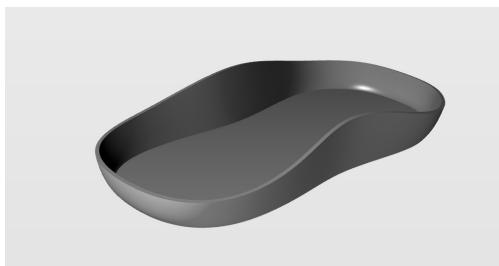

图 5-201 对下壳体抽壳
3) 使用“抽壳”工具, 对下壳体实体抽壳。设定抽壳厚度为 0.2cm, 获得结果如图 5-201 所示。